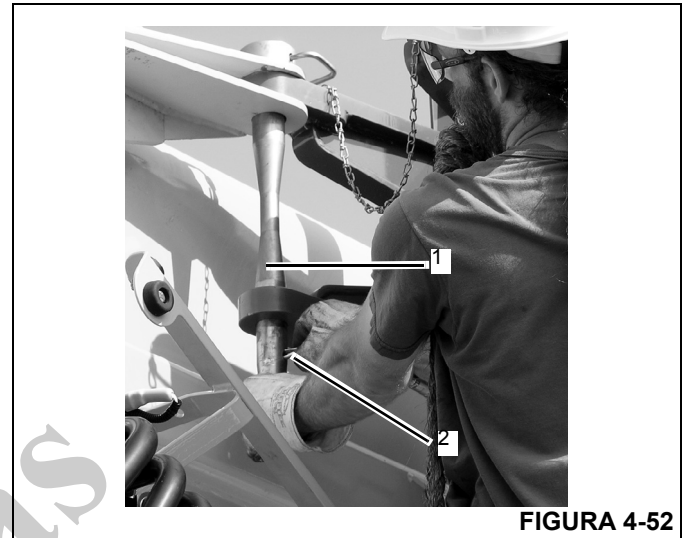

FIGURA 4-52
16. Instale o pino de armazenamento traseiro (1, Figura 4-52) e o grampo de retenção (2).